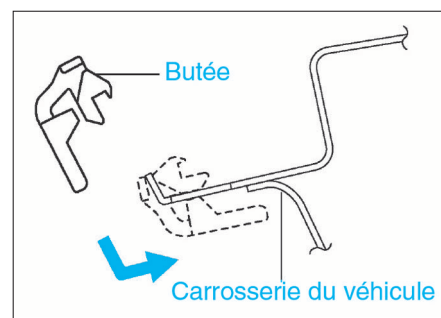

FIG. 4
- Poser les 2 arrêts de vitre N°1 comme illustré (Fig.4).